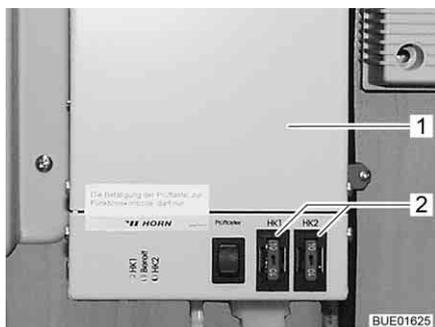

Fig. 164 Regulador de la calefacción para las tuberías de aguas residuales
Los fusibles se encuentran sobre el regulador (Fig. 164,1).
- Cambiar el fusible (Fig. 164,2).